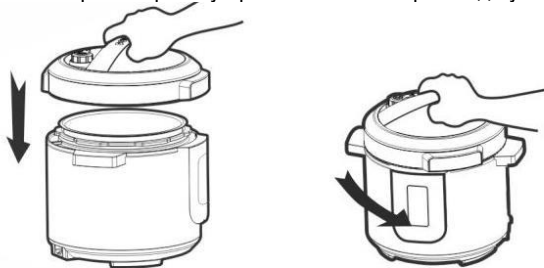

Рис.3
- Поверните крышку против часовой стрелки до упора. См. Рис. 3.